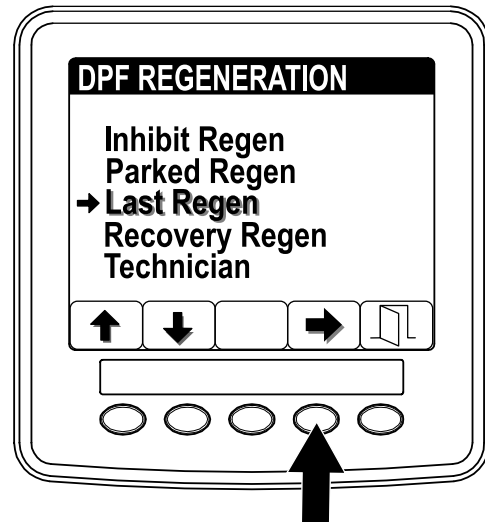

Figura 36
1. Accedete al menu DPF Regeneration e premete i pulsanti 1 o 2 per far scorrere il menu fino all'opzione LAST REGEN (Figura 36).
2. Premete il pulsante 4 per selezionare la voce Last Regen (Figura 36).